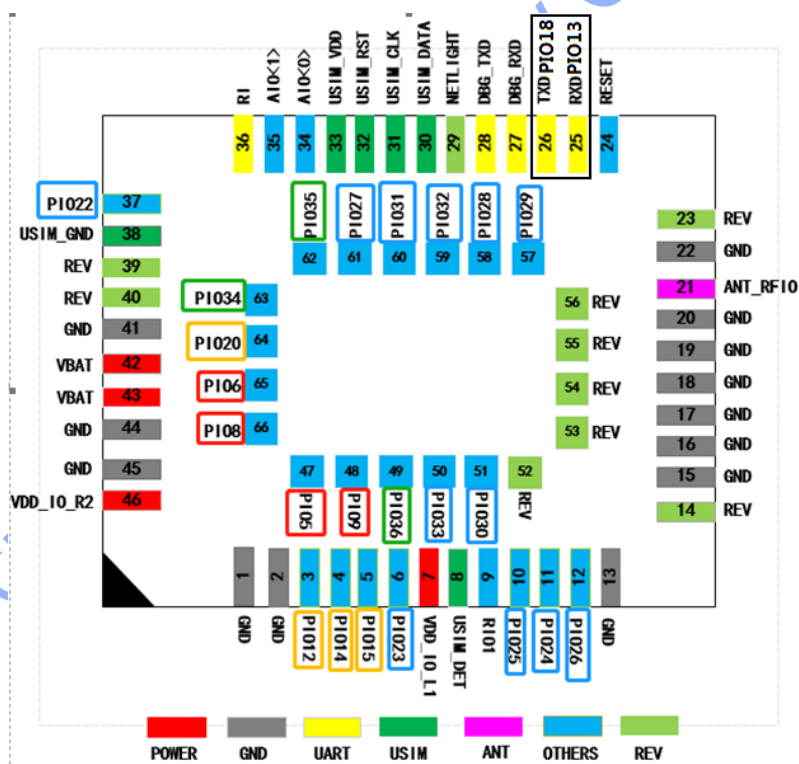

图 2-1 NB86-G 电源域图
VDD\_IO\_R1、VDD\_IO\_R2、VDD\_IO\_L1、VDD\_IO\_L2 四个电源域的 DC 特性都相同，其中 [PIO0~PIO9] 从属 VDD\_IO\_R1 电源域，[PIO10~PIO21] 从属 VDD\_IO\_R2 电源域，[PIO22~PIO33] 从属 VDD\_IO\_L1 电源域，[PIO34~PIO39] 从属 VDD\_IO\_L2 电源域，在选择 PIO 时注意电源域的选择，如图 2-1。
**NOTE：**AT 串口 TX（图 2-1 中标号 26 的 TXD）的引脚号为：PIO18；AT 串口 RX（图 2-1 中标号 25 的 RXD）的引脚号为：PIO13。